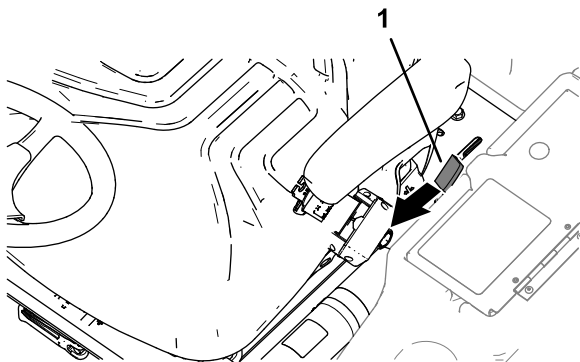

Figura 40
1. Mueva la palanca de cierre de la plataforma (Figura 40) hacia la parte delantera de la máquina hasta que los ganchos del cierre se liberen de la barra de bloqueo.